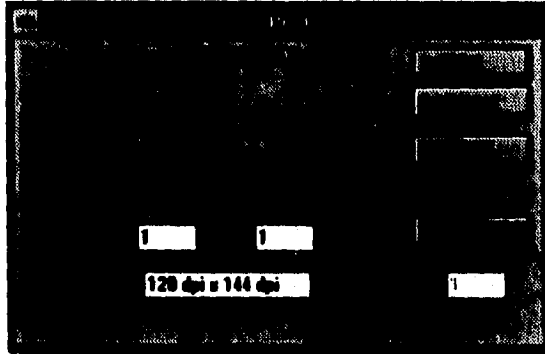

Figura 4.33
3. El cuadro de diálogo PRINT será desplegado (ver Figura 4.33). Se puede cambiar la información de arreglo de la impresora oprimiendo el botón SETUP... Oprimir OK para iniciar el proceso de impresión o CANCEL para abortarlo.